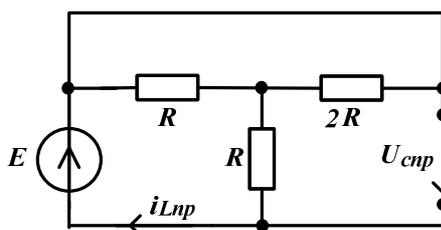

Рисунок 2. Схема для определения принужденной составляющей
2)  $i_{L\text{пр}} = i_L(\infty); U_{C\text{пр}} = U_C(\infty)$  (см. рис. 2) определяем принуждённую составляющую в схеме после коммутации (индуктивность заменяется на короткую, емкость-разрыв):